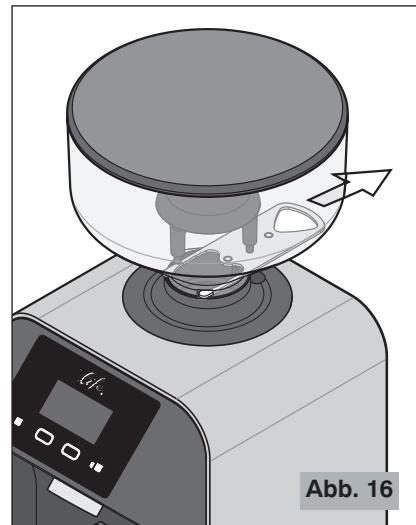

Abb. 16
- ⚠ Vergewissern Sie sich, dass der Kaffeebohnenbehälterverschluss des Kaffeebohnenbehälters vollständig bis zum Anschlag offen ist (letztes Einrasten) (siehe Abb. 16).**